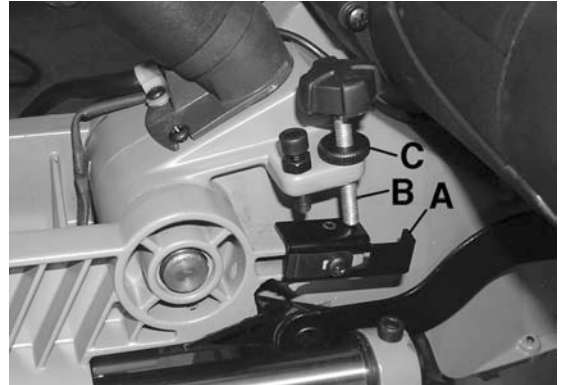

Figure 11
En position normale, la profondeur de la butée de coupe (fig. 11) permet à la lame de la scie de couper complètement une pièce. Lorsque le bras de la scie est soulevé, la profondeur de la butée de coupe (A, fig. 11) peut être déplacée vers l'avant de la scie de manière que la vis de réglage de profondeur (B) entre en contact avec la butée, lorsque la tête de la scie est abaissée. Cela arrête la coupe à une profondeur déterminée. La profondeur de la coupe peut être réglée avec la vis de réglage et verrouillée grâce à l'écrou de verrouillage (C, fig. 11).